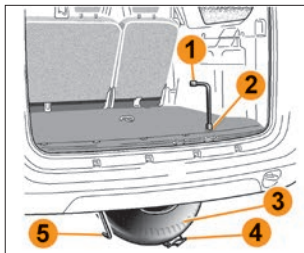

Рис. 6.9.1. Снятие запасного колеса
**Для того, чтобы достать запасное колесо (рис. 6.9.1):**